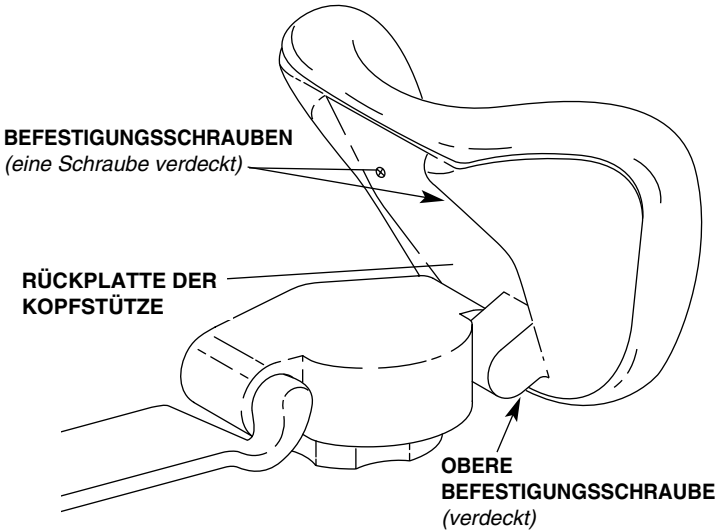

Abbildung 9: Kopfstützenpolster austauschen
3. Drehen Sie die Kopfstütze um 45°, damit Sie auf die beiden Kreuzschlitz-Befestigungsschrauben unten in der hinteren Abdeckung der Kopfstütze zugreifen können (siehe *Abbildung 9*). Entfernen Sie die beiden Schrauben und das Kopfstützenpolster.